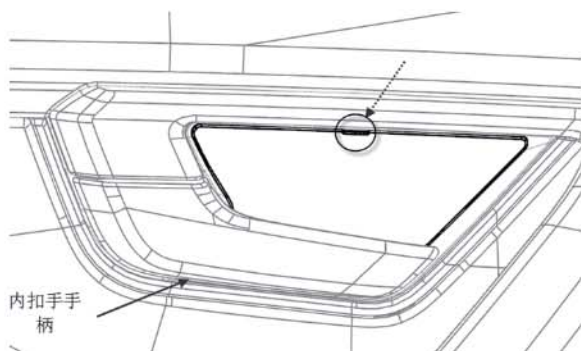

图9-1-1内扣手盖板拆卸示意图
- (1) 如图 9-1-1，先拉开内扣手手柄，用缠有保护胶带的小号一字螺丝刀从箭头 1 所指凹槽处将车门内扣手盖板撬出。